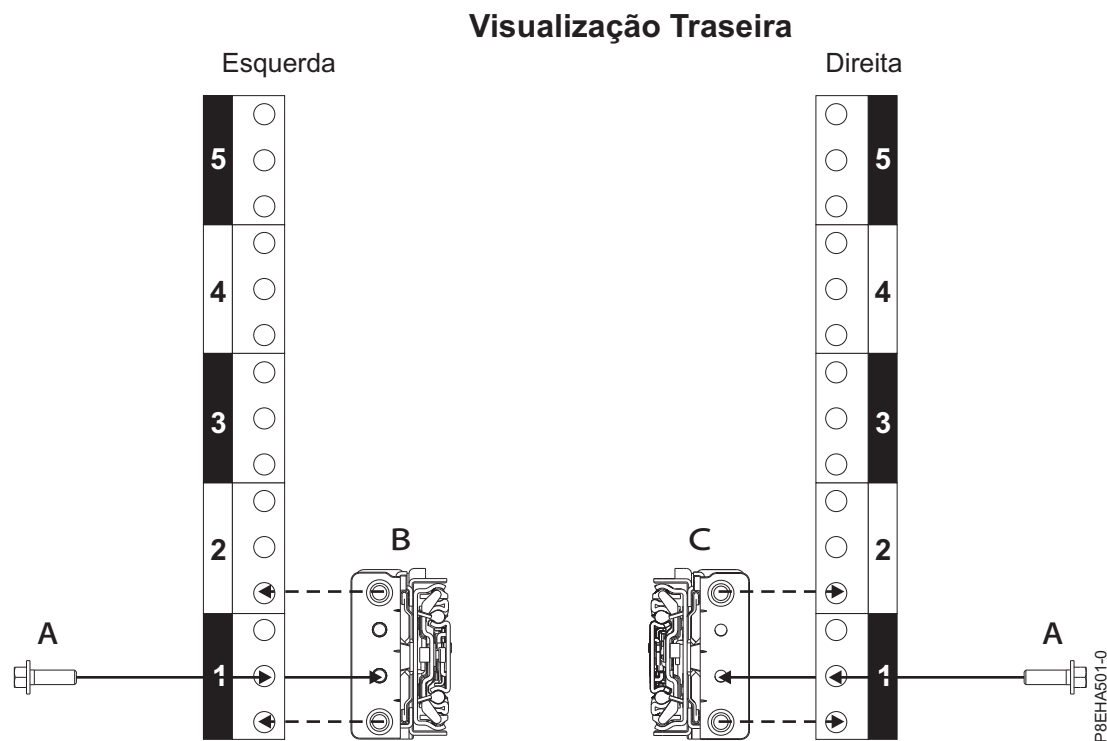

Figura 4. Conectando os trilhos deslizantes na parte traseira do rack
12. Prenda o trilho deslizante esquerdo (B) e o trilho deslizante direito (C) com um parafuso M5x16mm (A), conforme mostrado em Figura 4. Insira e aperte cada parafuso no orifício roscado deslizante de flange, localizado no orifício intermediário da unidade de rack EIA inferior.